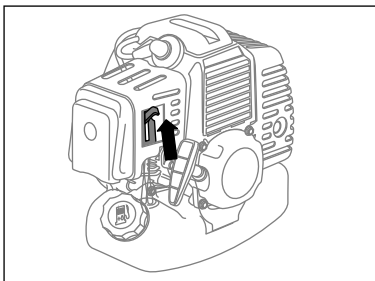

рис. 11
- Рычаг воздушной заслонки переведите вверх, в положение \uparrow (рис. 11).